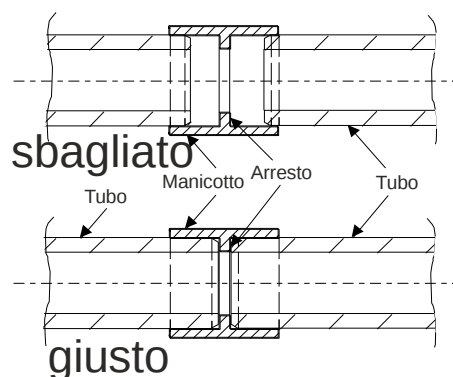

Fig. 35 Assemblaggio dei tubi
- I singoli spezzoni di tubo vengono collegati mediante raccordi. A seconda del materiale dei tubi utilizzati, si usa il procedimento adesivo secondo il cap. 5.3.2 o 5.3.3, oppure la pressatura secondo il cap. 5.3.4. I tubi vanno spinti nei raccordi fino all'arresto, Fig. 35.